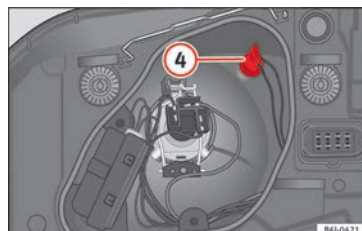

Fig. 178 Luci di posizione
- Estrarre il portalampada (4) » fig. 178 verso l'esterno.